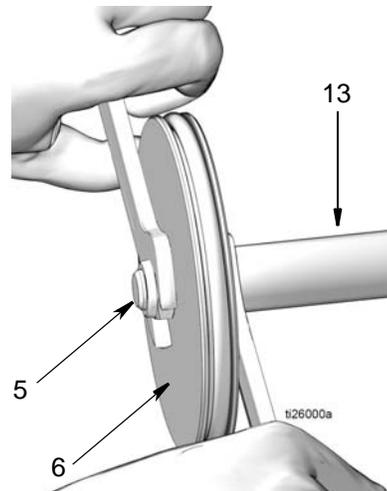

图 19
- b. 使用两个扳手，在相反方向上用力，分开活塞杆 (13) 和活塞 (6)。使用一个开口扳手紧固活塞杆的平端，另一个扳手用于松开螺母 (5)，如图 19 所示。